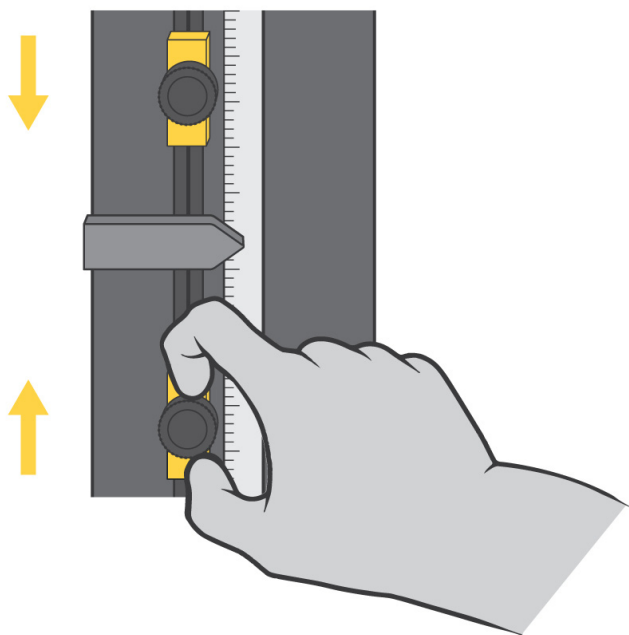

Figure 11. Réglage des butées de fin de course
machine, comme illustré en Figure 11 à la page 92. Les butées de fin de course (1 et 2) possèdent des vis moletées qui peuvent être serrées et desserrées à la main de manière à les fixer dans une position quelconque sur la tringle des fins de course. Positionnez ces butées légèrement au-delà des paramètres d'essai pour éviter tout dépassement de course de la traverse. Lorsque la traverse atteint sa course maximale prédéfinie, la came de commande du contacteur fin de course (3) entre en contact avec la butée correspondante. Ce contact entre la came et la butée déplace la tringle des fins de course et actionne les contacteurs de fin de course. Ceci arrête le déplacement de la traverse.